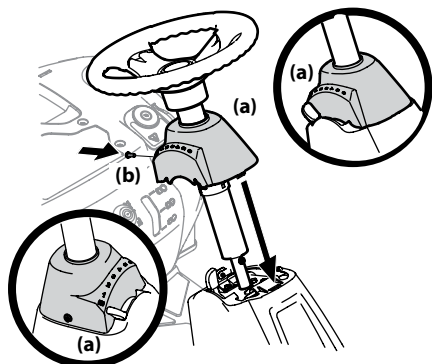

Figura 2-4
9. Deslice la tapa del pedestal (a) hacia abajo sobre el tractor cortacésped y rótele ligeramente a la derecha para calzarla en su lugar. Sujete la tapa del pedestal (a) con el tornillo (b) que extrajo antes. Consulte la Figura 2-4.